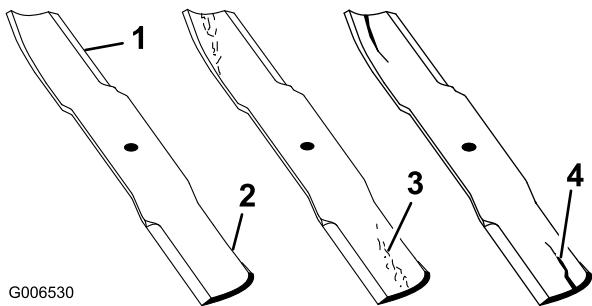

Figura 43
1. Inspeccione los filos de corte (Figura 43). Si los bordes no están afilados o tienen mellas, retire las cuchillas y afílelas; consulte Cómo afilar las cuchillas.
2. Inspeccione las cuchillas, especialmente la parte curva (Figura 43). Si observa daños, desgaste o la formación de una ranura en esta zona (elemento 3 en la Figura 43), instale inmediatamente una cuchilla nueva.